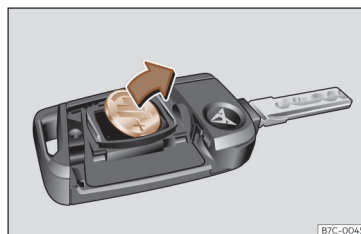

Fig. 68 Llave del vehículo: extracción de la pila.
- Extraiga la pila del compartimento con un objeto fino adecuado»» fig. 68.
- Coloque la pila nueva tal como se muestra »» fig. 68 y presiónela en el compartimento para la pila en sentido contrario a la flecha »» ❶.